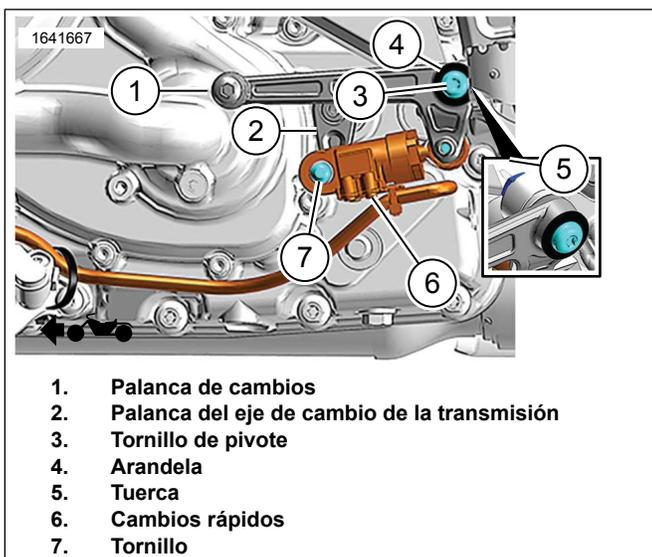

Figura 6. Instalación de Quickshifter
Consulte la Figura 6. Ensambla la palanca de cambios (1) y cambios rápidos (6) al saliente de la estructura con el tornillo (3), la arandela (4) y la tuerca (5). Apretar.